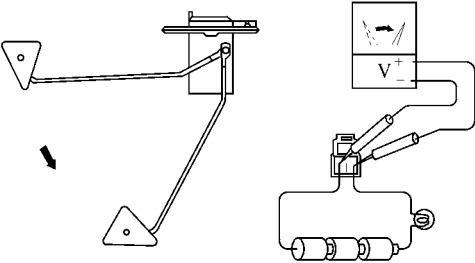

图 18-115 检查当浮子从燃油满的位置向空的位置移动时电压是否升高
1) 接上 1 个 1.5V 的干电池，将其正极 (+) 导线从干电池通过 1 个 3.4V 的试验灯泡连接到端子 2，负极 (-) 导线连接到端子 1。然后再将正极 (+) 导线从电压表连接到端子 2，负极 (-) 导线连接到端子 1。检查当浮子从燃油满的位置向空的位置移动时，电压是否随之升高。如图 18-115 所示。